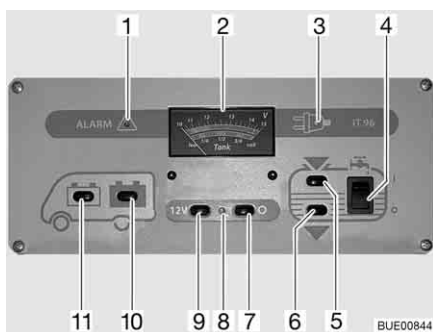

Bild 171 Panel IT 96-2
Med huvudbrytaren 12 V (Bild 171,7 och 9) kopplas panelen och bodelens 12 V-försörjning till eller från.
Slå på: ■ Tryck på knappen (Bild 171,9) "12 V": 12 V-försörjningen för bodelen är påslagen. Kontrolllampan (Bild 171,8) lyser grönt.
Slå från: ■ Tryck på knappen (Bild 171,7) "O": 12 V-försörjningen för bodelen är avstängd. Kontrolllampan (Bild 171,8) slocknar.
Med instrumentet V/tank (Bild 171,2) avläses den övre skalan. Instrumentets belysning tänds automatiskt när en knapp trycks in.
- Tryck på knappen (Bild 171,11) : Startbatteriets spänning visas.
- Tryck på knappen (Bild 171,10) : Bodelsbatteriets spänning visas.
På instrumentet V/tank kan vattennivån och avloppsvattennivån avläsas. På instrumentet V/tank (Bild 171,2) avläses den undre skalan. Instrumentets belysning tänds automatiskt när en knapp trycks in.
- Tryck på knappen (Bild 171,5) "": Vattenvolymen visas.
- Tryck på knappen (Bild 171,6) "": Avloppsvattenvolymen visas.
- Vippkontakten (Bild 171,4) trycks in upptill "I": Vattenförsörjningen är aktiverad.
- Vippkontakten (Bild 171,4) trycks in nedtill "O": Vattenförsörjningen är avstängd.
Den röda varningslampan "ALARM" (Bild 171,1) blinkar så snart spänningen i bodelsbatteri har sjunkit till under 11 V (mätning under pågående drift) och risk för djupurladdning föreligger.
Kontrollampan 12 V (Bild 171,8) lyser då huvudbrytaren 12 V (Bild 171,9) är inkopplad.
Den gula 230 V-kontrollampan (Bild 171,3) lyser när nätspänningen ligger på el-blockets ingång.